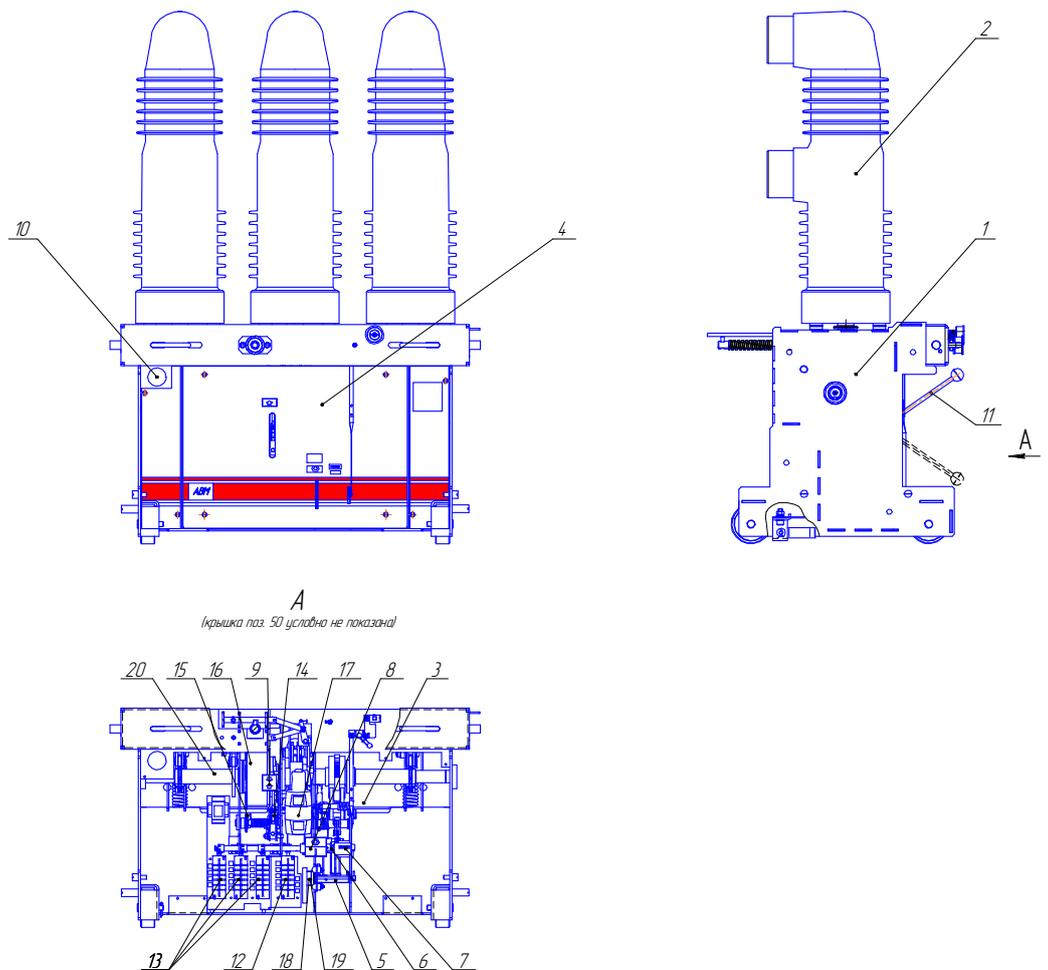

Рисунок 2. Конструкция выключателя ВВ4-II-35.
Включение выключателя возможно как ручное, так и электрическое при условии если замкнут контакт микропереключателя (6). При ручном оперативном включении, необходимо повернуть управляющий вал (5) (рис. 2) согласно указателей на корпусе с помощью ключа (поставляется в комплекте ЗИП), при оперативном электрическом включении, необходимо подать электрический импульс на электромагнит включения (18), в обоих случаях вал выключателя (20) проворачивается за счет энергии взведенной пружины. Тяговый изолятор ведомый за счет кулачка и перемещающихся рычагов двигает вверх в вакуумной камере подвижный контакт. Движение контакта продолжается до момента соприкосновения с неподвижным контактом. Далее с помощью специальных пружин контакты прижимаются друг к другу с необходимой силой. В ходе процесса замыкания осуществляется одновременно сжатие пружины возврата.
Отключение выключателя возможно как ручное, так и электрическое. При ручном оперативном отключении, необходимо повернуть управляющий вал (5) (рис. 2) согласно указателей на корпусе с помощью ключа (поставляется в комплекте ЗИП), при оперативном электрическом отключении необходимо подать электрический импульс на электромагнит отключения (19). В обоих случаях вал (20) продолжает поворот за счет энергии взведенной ранее пружины, которая все время остается достаточно натянутой. Пружина возврата посредством кулачка и пары перемещающихся рычагов двигает с определенной скоростью подвижный контакт вниз. При этом происходит размыкание контактов.